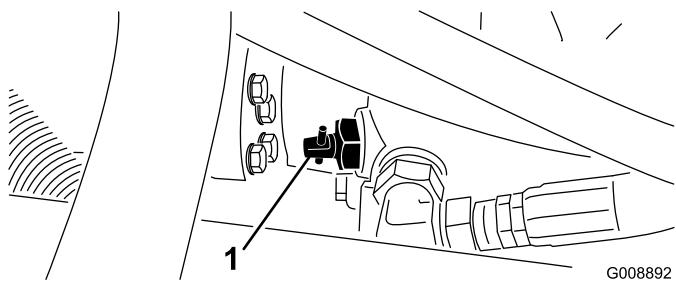

図 38
1. 油圧ポンプについているバイパスバルブ（図38）を90°回転させる。